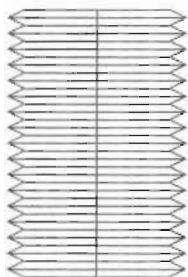

图 14-139
(5) 在命令提示行输入 Revolve 命令并回车, 旋转闭合多段线生成螺纹实体, 如图 14-139 所示, 命令执行过程如下。